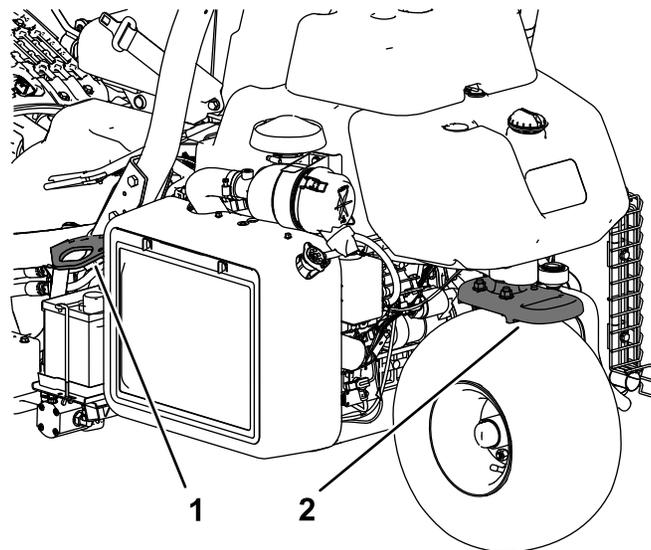

图 28
- 用箍带、链条、缆绳或绳索将机器固定牢靠。前后箍带都应从机器的下方向外伸出图 28。